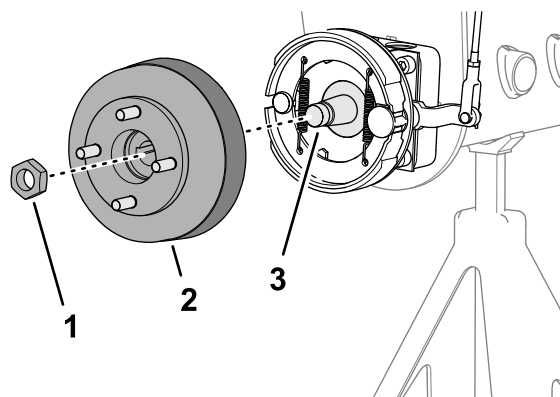
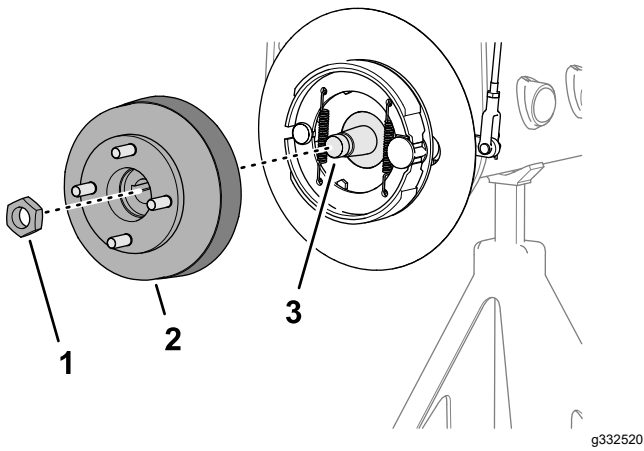

図 86
図 87
3. ホイールハブとブレーキドラムをホイールモータのシャフトに組み付ける図86または図87。
4. ロックナットでホイールハブをシャフトに取り付け 図 86または 図 87、手締めする。